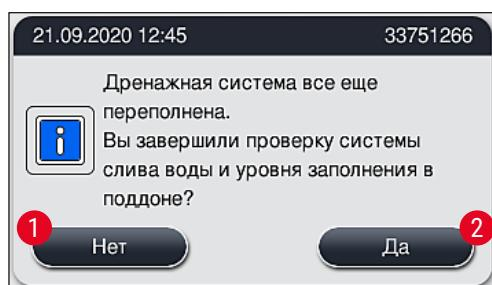

Рис. 126
2. Если по истечении 5 минут и совершении дополнительных попыток очистки засорение не устраняется, на экране появляется сообщение (→ "Рис. 126") для пользователя с указанием на то, что уровень воды по-прежнему остается высоким. Нажав **Нет** (→ "Рис. 126-1"), пользователь может продлить время ожидания еще на 5 минут, чтобы совершить новые попытки очистки. Если попытки очистки, совершенные в это дополнительное время, оказываются успешными, ситуация считается разрешенной, как описано в п. 1. Если для выполнения очистки требуется еще время, снова нажмите **Нет** (→ "Рис. 126-1"). Время ожидания может продлеваться много раз. Если несмотря на все попытки очистки устранить засорение не удается, нажмите **Да** (→ "Рис. 126-2") для запуска управляемого процесса отмены (см. следующие разделы 3 и 4).